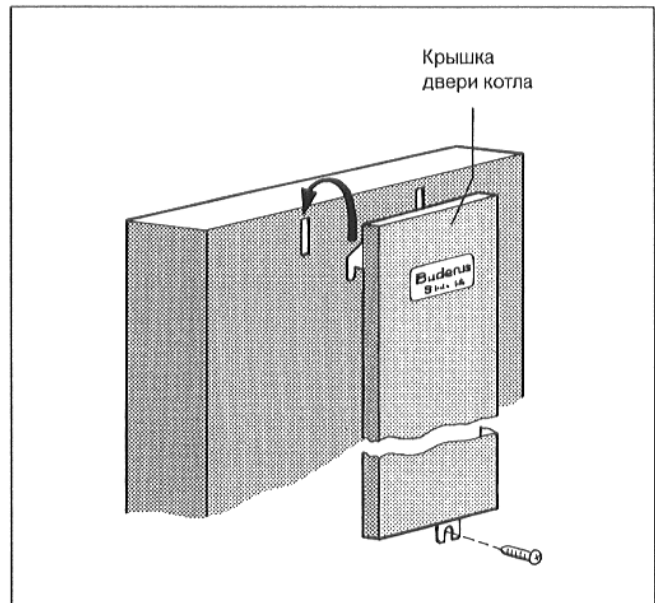

Рис. 20
- Вставить крышку двери котла обоими крюками в шлицы двери корпуса котла (Рис. 20).
- Плотнo привинтить крышку к двери корпуса котла посредством самонарезного винта (Рис. 20).